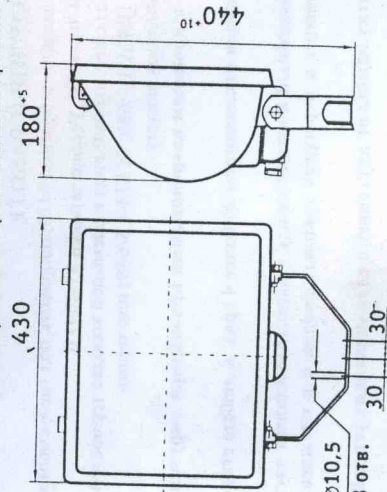

Рис.1
1.1. Прожекторы общего назначения ИЮ04-2000-10 (рис.1) с кварцевыми галогенными лампами накаливания типа КГ, предназначены для освещения площадей, фасадов зданий, архитектурных памятников, стропильных площадок и других открытых пространств.